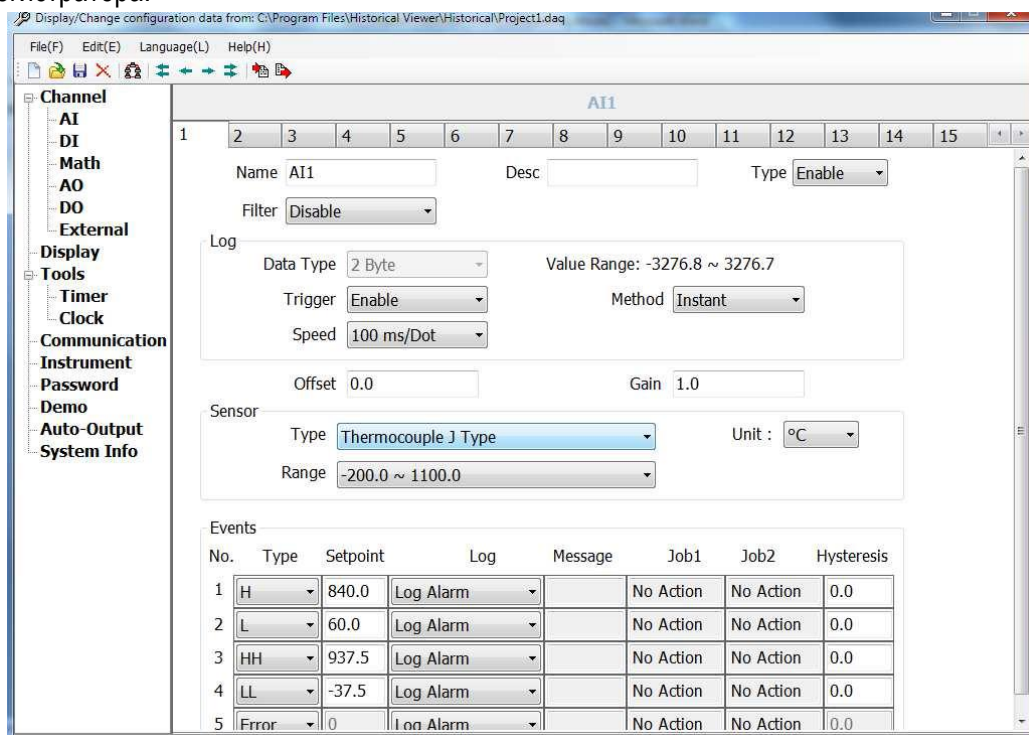
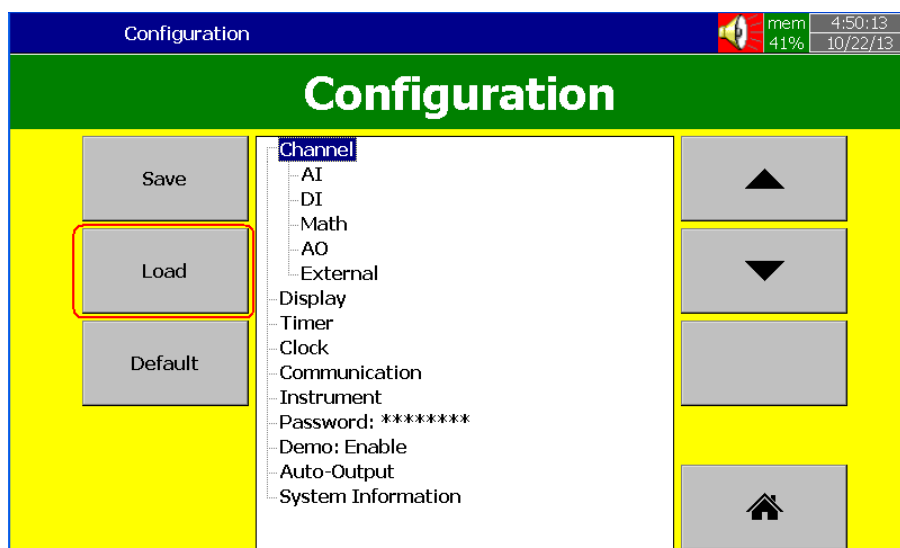

Рисунок 83
Рисунок 84
5) Если требуется изменить настройки, то следует внести их в этом окне (рисунок 83), а затем сохранить изменения, нажав кнопку . Таким образом, все корректировки сохраняются на карте памяти и можно будет их перенести на регистратор. Для этого необходимо установить карту в сам регистратор и загрузить новую конфигурацию, нажав кнопку «Загрузить» (рисунок 84).